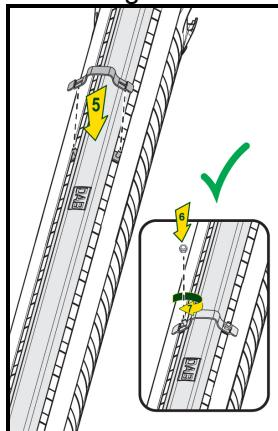

Fig.3
4. Fäst låsbygeln (fig. 3).
5. Dra åt de självslåsande muttrarna (fig. 3).